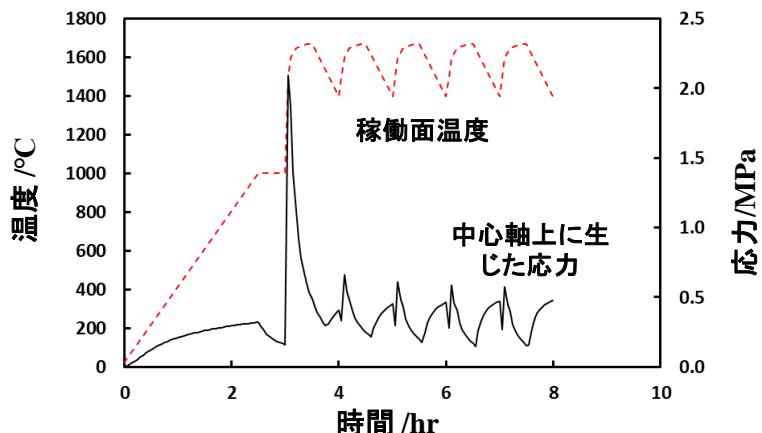

図3 れんがが中心軸上に生じた大きな応力の推移
- ・ピーク応力(引張)が毎回の受銃時に生じ、特に、最初の受銃時に大きな応力が生じている。(図3)